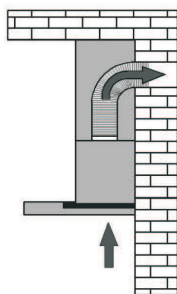

Рис. 2
1) Отвод (рис. 2) - воздух отводится из здания через соединение вытяжки с вентиляционной трубой с помощью жесткой пластиковой трубы диаметром 150 мм с применением труб и фитингов.